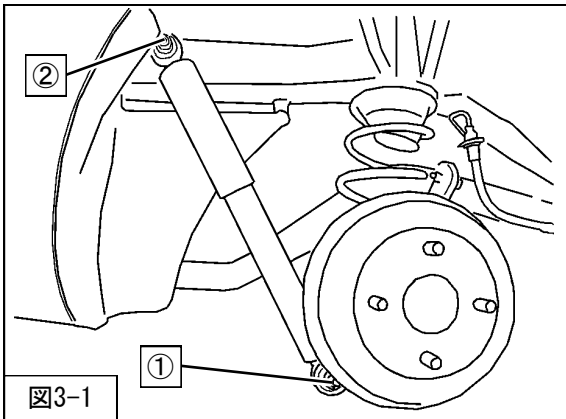

図3-1
①リアショックアブソーバASSYロア取付ボルト・ナットを取外してください。（図3-1）
3. ②リアショックアブソーバASSYアッパー取付ボルトを取外してください。（図3-1）
5. アクスルビームを支えているジャッキをゆっくり下げながら、スプリングを車両から取外してください。（図3-1）